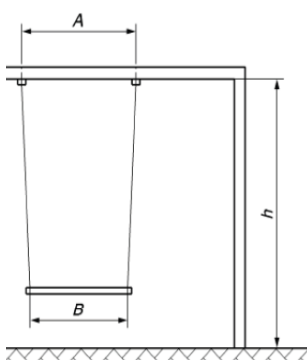

Figura 1
13. La distanza tra i punti di sospensione lungo la trave trasversale è uguale o superiore alla distanza tra i punti di giunzione dell'elemento oscillante, superiore del 4% alla distanza tra il terreno e la trave (Figura 1)